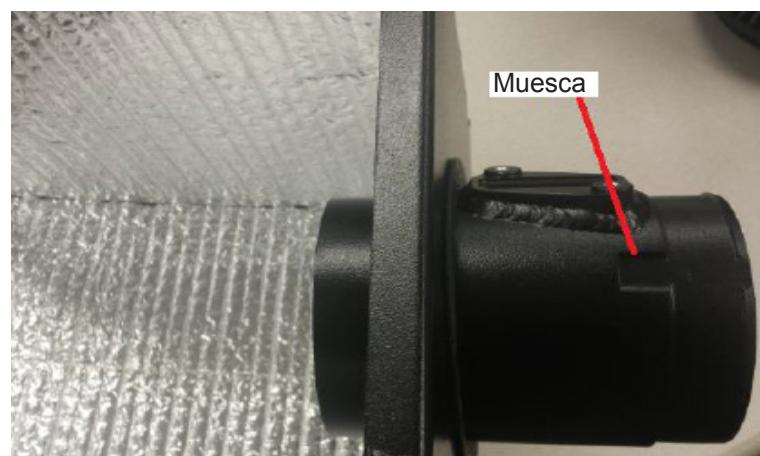

Figura 5
5. Instale el tubo MAF en el orificio en la caja desde el exterior. Instale el tubo de forma que la ranura esté apuntando hacia arriba como se muestra en la Figura 5.